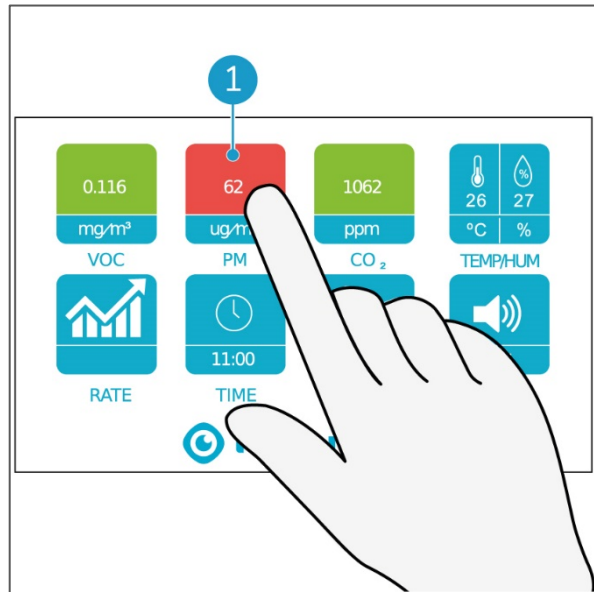

Figure 12
1. Touchez du doigt le bouton PM (Figure 12, position 1).